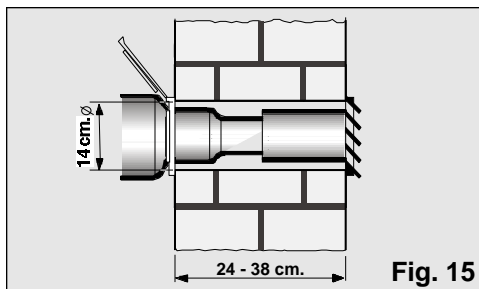

Fig. 15
- ❑ Pour expulser l'air chaud à travers le mur, il faut pratiquer un orifice de 14 cm de diamètre dans celui-ci afin de placer la traversée, Fig. 15.